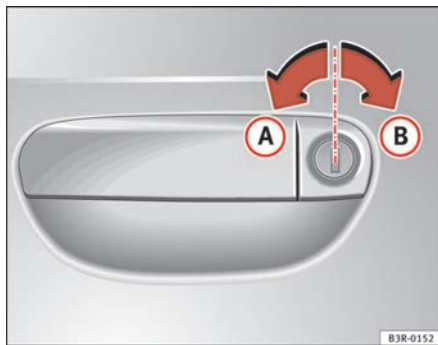

Abb. 69 Schlüsseldrehungen zum Öffnen und Schließen
- Drehen Sie den Schlüssel im Schloss der Fahrertür in Öffnungsstellung **A** ⇒ Abb. 69 nach links.
- Drehen Sie den Schlüssel im Schloss der Fahrertür in Schließstellung **B** ⇒ Abb. 69 nach rechts ⇒ ⚠.
Drehen Sie hierzu den Schlüssel im Schloss der Fahrertür **zweimal** hintereinander in kurzer Folge in Schließstellung **B** ⇒ Abb. 69.